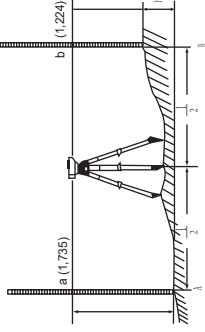

Рис. 5
- (1) Установите прибор приблизительно по середине между точками А и В.
- (2) Установите рейку вертикально на точке В. Возьмите отсчет а по рейке на точке А.
- (3) Установите рейку вертикально на точке В. Возьмите отсчет b по рейке на точке В.
- (4) Разность отсчетов а – b является превышением точки В относительно отчки А (рис.5).